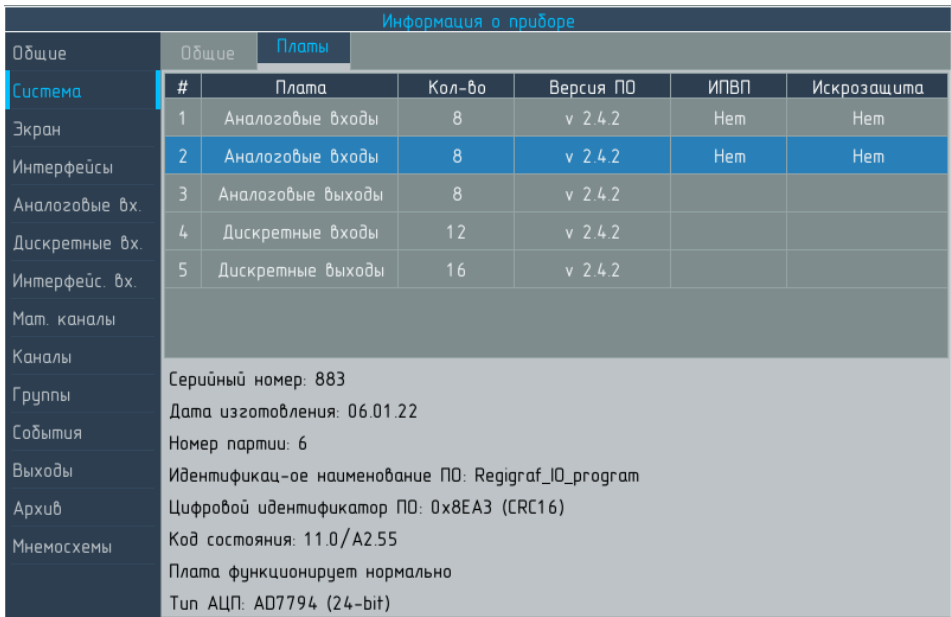

Рисунок 7.3 – Информация о приборе. Раздел "Система", вкладка "Платы"
- ▶ "Платы" – сведения о каждом установленном модуле ввода-вывода (см. рисунок 7.3)